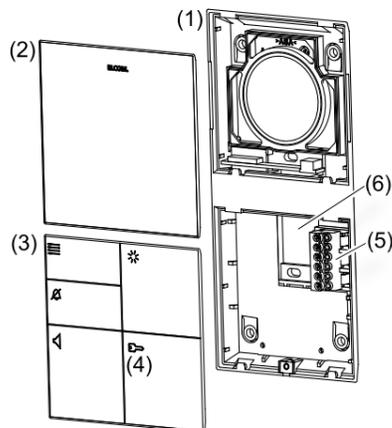

Bild 1: Geräteaufbau
■ Abisolierte Leitung ins Gehäuse einführen (Bild 1, 6).
■ Das Unterteil des Video Haustelefons (Bild 1, 1) mit Schrauben an der Wand befestigen.
☰ Die Anschlussleitung darf sich nur im Klemmenbereich (Bild 1, 6) befinden.